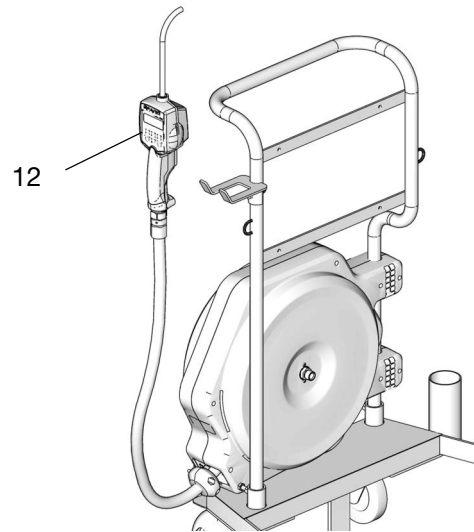

FIG. 33
5. Monter le dispositif de distribution (12) à l'extrémité du flexible et serrer fermement les vis (FIG. 33).